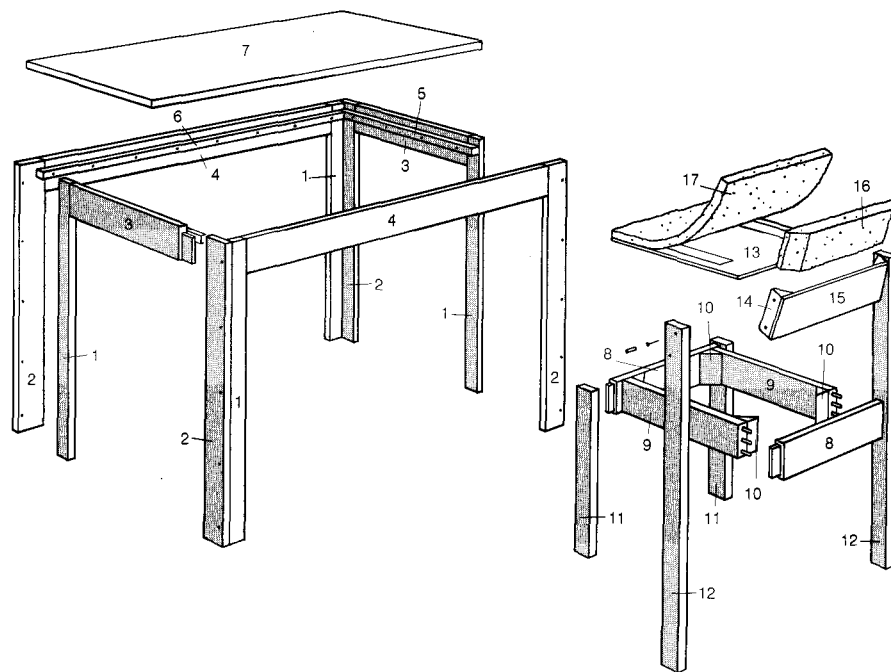

Fig. 1. Assemblage chaise et table. Joignez les pièces larges et étroites des pieds, tel qu'illustré.
ceaux à chaque bout (fig. 1). Joignez les pièces des pieds avec de la colle et des vis à tête plate n° 6 de 2" posées à tous les 6". Les vis passent au travers des pièces larges dans les bords des pièces étroites; on peut utiliser des clous à finir de 2" au lieu des vis. Collez et clouez, avec des clous à finir de 1½", les tasseaux 5 et 6 à l'intérieur des entretoises, à ¾" plus bas que le dessus de celles-ci. Les tasseaux des côtés s'ajustent aux traverses des bouts. Le dessus de la table (7) s'ajuste à l'intérieur des traverses et est collé aux tasseaux. Rabotez les bords. Collez le stratifié.